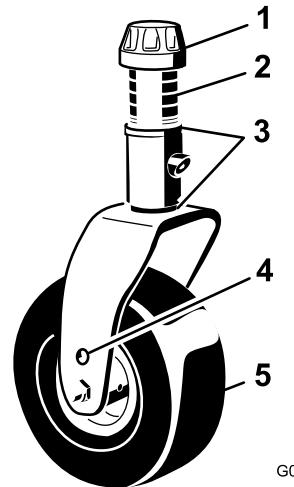

Figura 19
4. Retire a tampa de tensionamento do eixo roscado e desloque o fuso para fora do braço da roda giratória (Figura 19).